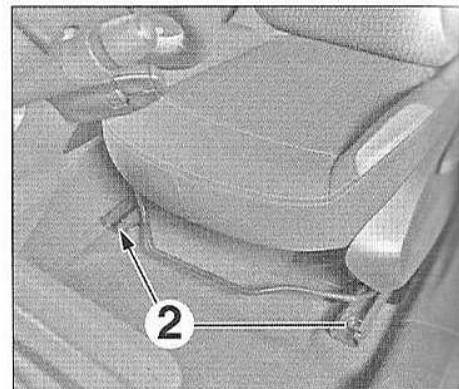

FIG.8
- Déposer les vis avant (2) (Fig.8).